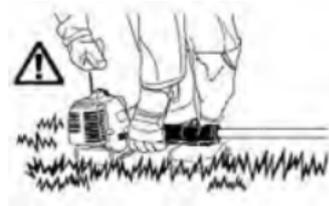

Fig.15
- 4) Puxe lentamente a alavanca de partida até que ela acenda. (fig.15)